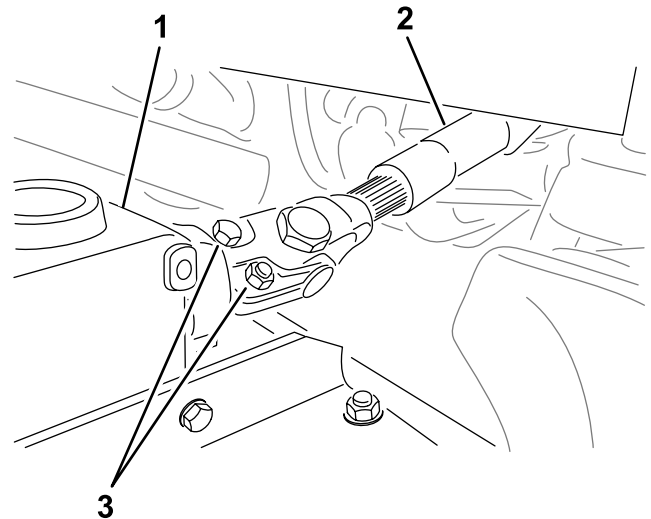

Bild 17
3. Wenn Sie die Zapfwelle am Getriebe installieren, montieren Sie jedes Schraubenpaar (5/16" x 2") und Muttern (5/16") gegenüberliegend (**Bild 17**) und ziehen Sie die Muttern auf ein Drehmoment von 40 N·m an.